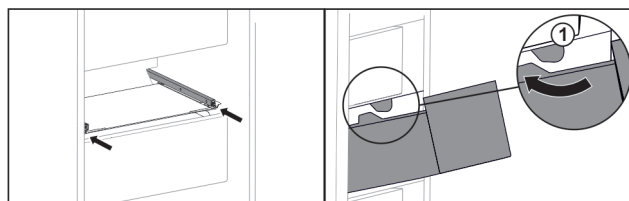

Fig. 115
- Juhtige sahtel ümber pidurite Fig. 115 (1).